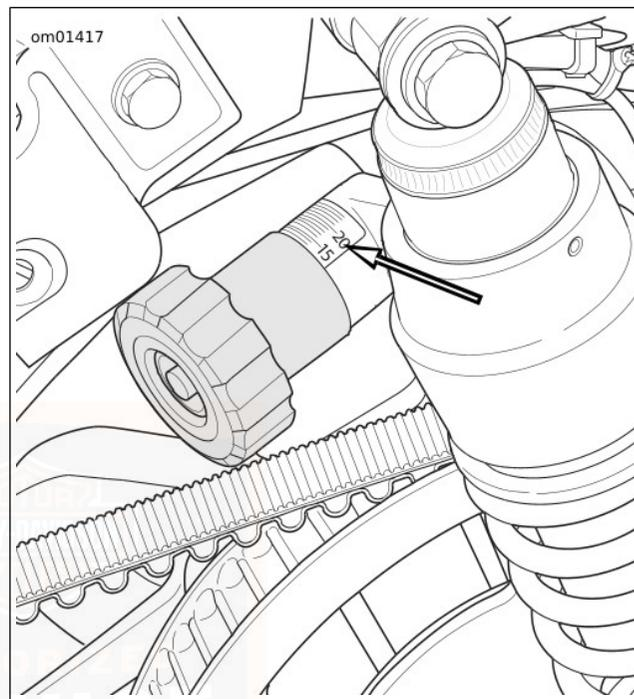

Figure 37. Bouton de réglage de la précharge
2. Voir Figure 37. Tourner le bouton sur le réglage souhaité en fonction de la charge prévue. Un déclic se fera entendre après chaque demi-rotation. Voir Tableau 23, Tableau 24 ou Tableau 25.